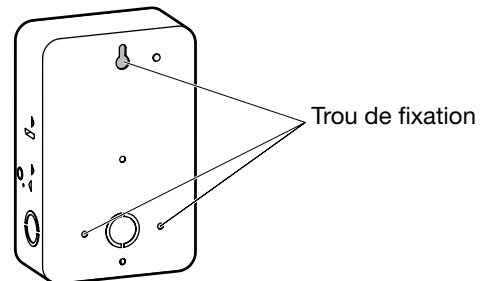

FIG. 3 Trous de fixation du boîtier
1. Montez le boîtier à l'emplacement désiré à l'aide des trois trous de fixation prévus à cet effet. Positionnez le boîtier au niveau du regard, si possible, en prévoyant de l'espace à gauche du boîtier pour permettre l'ouverture du couvercle. Voir FIG. 3.